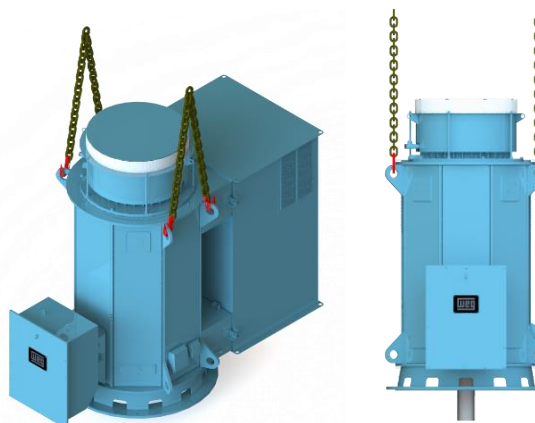

Figura 3.1: Manuseio dos motores
- O manuseio dos motores verticais deverá ser feito conforme mostrado na Figura 3.1;